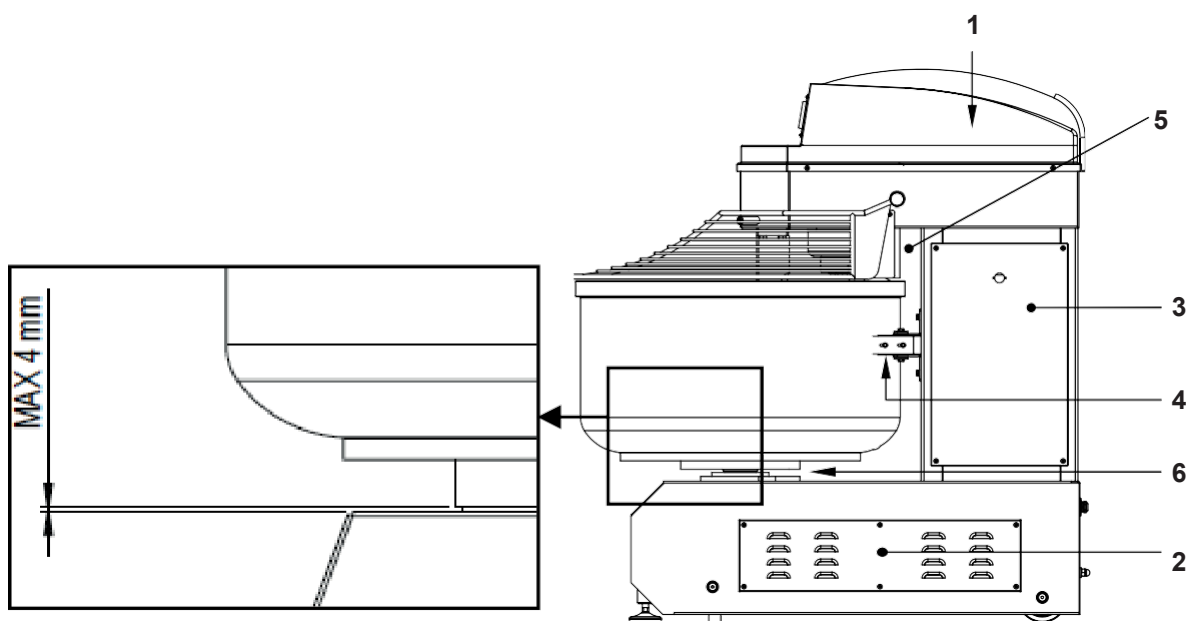

Figure 23 - Protecteurs fixés à l'aide de vis ou de dispositifs similaires
2. **Protecteurs fixes** : il s'agit de protecteurs maintenus verrouillés par des éléments de fixation qui ne peuvent être démontés sans l'utilisation d'un équipement ; s'ils sont correctement assemblés et fixés sur la base, ils rendent notamment (mais pas seulement) inaccessibles les unités d'entraînement qui actionnent le bras spiralé et la cuvette. En détail (voir figure 23) :